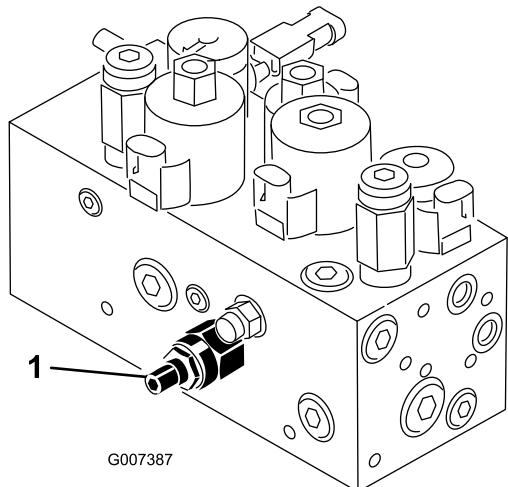

図 58
本機のカッティングユニット昇降回路にはフロー・コントロール・バルブ（図 58）がついています。このバルブは出荷時に約3回転の開度に調整されていますが、作動油温度、作業速度などにより調整が必要になる場合があります。以下の手順で調整します：
1. 運転席を上げ、センター・プルフレーム用フローコントロールバルブ（図 58）を露出させる。バルブは油圧マニホールドの側面についている。